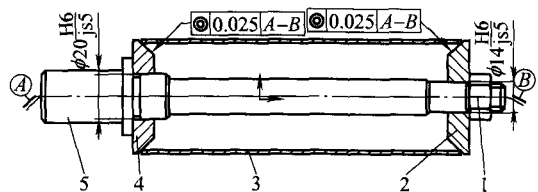

图4 粗磨外圆
(2) 粗磨外圆的目的 如果用内圆磨床三爪装夹薄壁套, 磨内孔薄壁套会变形很大, 三爪不能作为精磨内孔的精加工精基准使用, 设计了精磨内孔工装, 它们以薄壁套外圆为基准装夹, 所以要以车过的薄壁套60°锥角为基准, 粗磨薄壁套外圆留0.2mm精加工余量, 把外圆磨到统一的特定尺寸, 作为磨内孔的精基准使用, 粗磨外圆如图4所示。